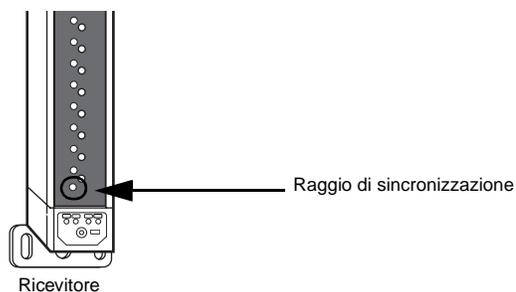

Figura 9: Raggio di sincronizzazione
- Verificare che il raggio di sincronizzazione (vedere Figura 9) non sia ostruito.